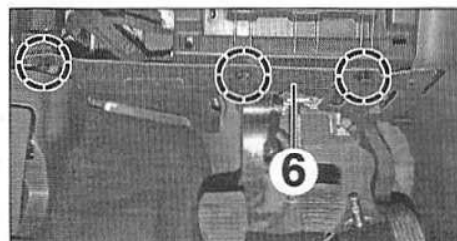

FIG.17
- Dégraffer et déposer la garniture inférieure gauche de planche de bord (6), puis débrancher le connecteur de l'éclaireur de plancher (Fig.17).